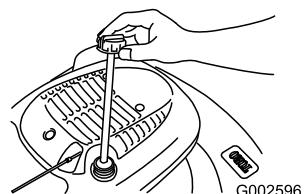

Figura 31
2. Retire la varilla (Figura 31).